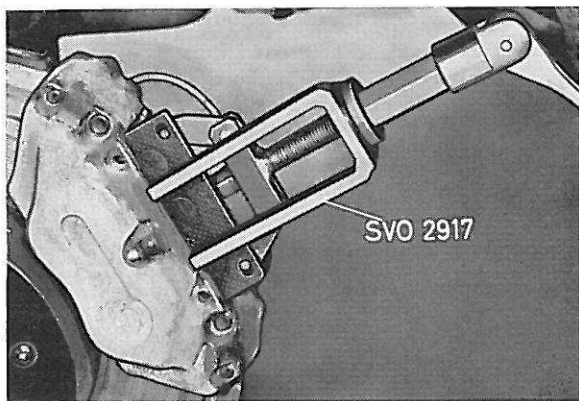

Figure 17. Démontage des plaquettes de freins
4. Extraire les plaquettes de freins avec l'outil 2917, voir figure 17. S'il faut remonter les anciennes plaquettes, les repérer afin de faciliter le remontage.